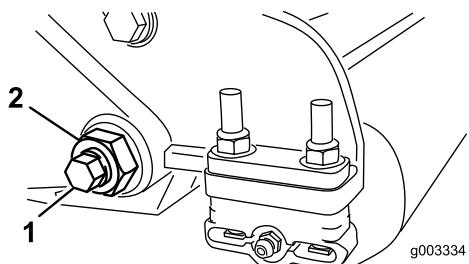
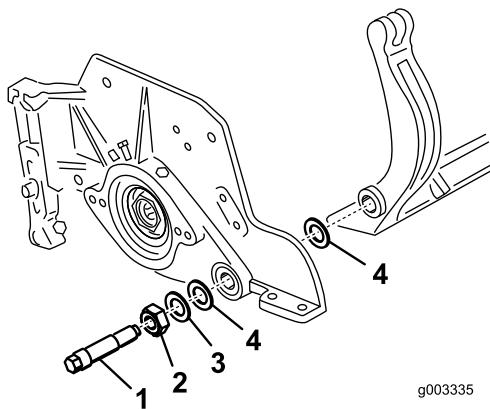

Figura 31
Figura 32
- Desaperte porca de bloqueio que segura a cavilha da barra de apoio, em cada um dos lados da máquina (Figura 31).
- Remova cada uma das cavilhas da barra de apoio, de modo permitir puxá-la e retirá-la da máquina (Figura 31). Guarde as duas anilhas de nylon e anilha de aço prensado de cada uma das extremidades da barra de apoio (Figura 32).
- Coloque uma arruela de aço no exterior de cada uma das arruelas de nylon (Figura 32).